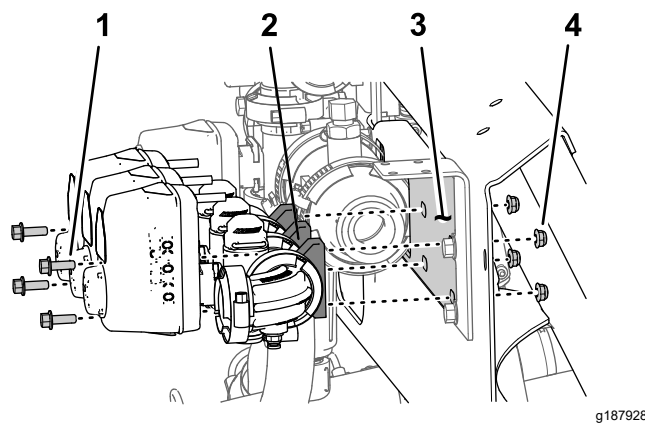

Figure 52
- Retirez les 2 boulons à embase ( $\frac{1}{4} \times \frac{3}{4}$  po) et les 2 contre-écrous ( $\frac{1}{4}$  po) qui fixent la vanne de section de rampe droite au support de collecteur (Figure 52).
- Retirez les 2 boulons à embase ( $\frac{1}{4} \times \frac{3}{4}$  po) et les 2 contre-écrous ( $\frac{1}{4}$  po) qui fixent la vanne de section de rampe gauche au support de collecteur (Figure 52).
- Déposez les vannes de section de rampe du support de collecteur et mettez-les de côté (Figure 52).